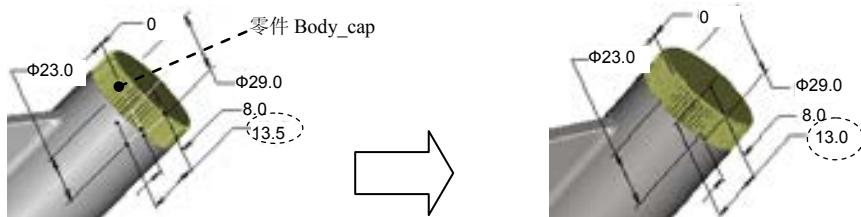

图 7.6.5 修改尺寸
在装配体 asm_exercise2.asm 中，如果要将零件 body_cap 中的尺寸 13.5 改成 13.0，如图 7.6.5 所示，操作方法如下。
Step1. 显示要修改的尺寸：在图 7.6.3 所示的模型树中，单击零件 BODY_CAP.PRT 中的 “” 特征，然后右击，选择 编辑(E) 命令，系统即显示图 7.6.5 所示的该特征的尺寸。